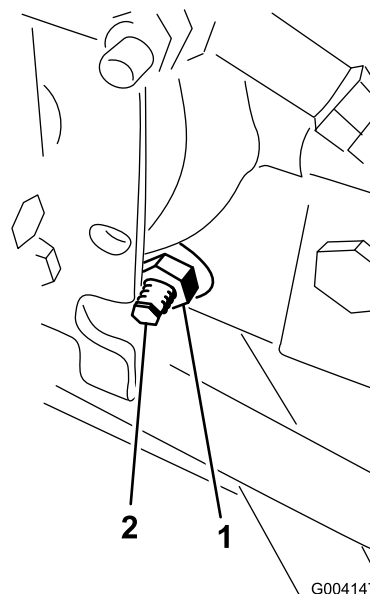

Figura 65
3. Dal lato destro dell'idrostat, allentate il dado di bloccaggio sulla camma di regolazione della trazione (Figura 65).